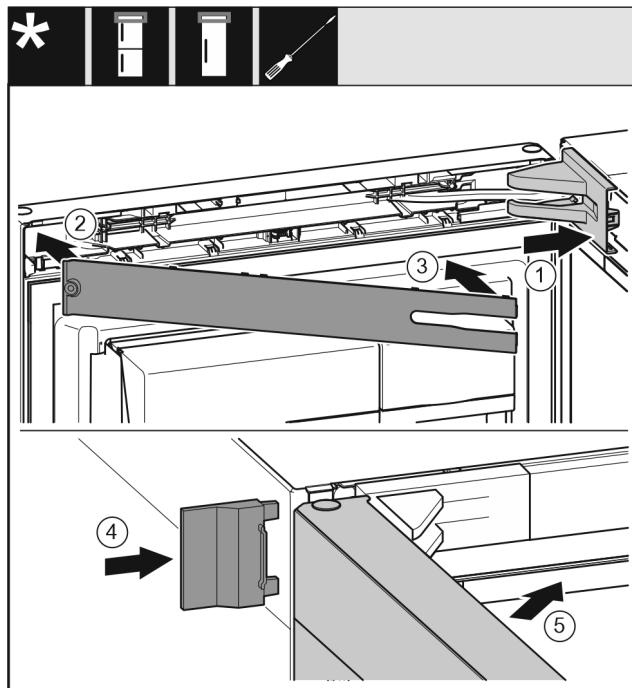

Fig. 31
- ▶ Helyezze fel és pattintsa be a csapágybak fedelét Fig. 31 (1), szükség esetén óvatosan nyomja szét.
- ▶ Helyezze fel a takarólemezt Fig. 31 (2).
- ▶ Takarólemez Fig. 31 (3)
- ▶ Tolja fel a külső fedelet Fig. 31 (4).
- ▶ Csukja be a felső ajtót Fig. 31 (5).